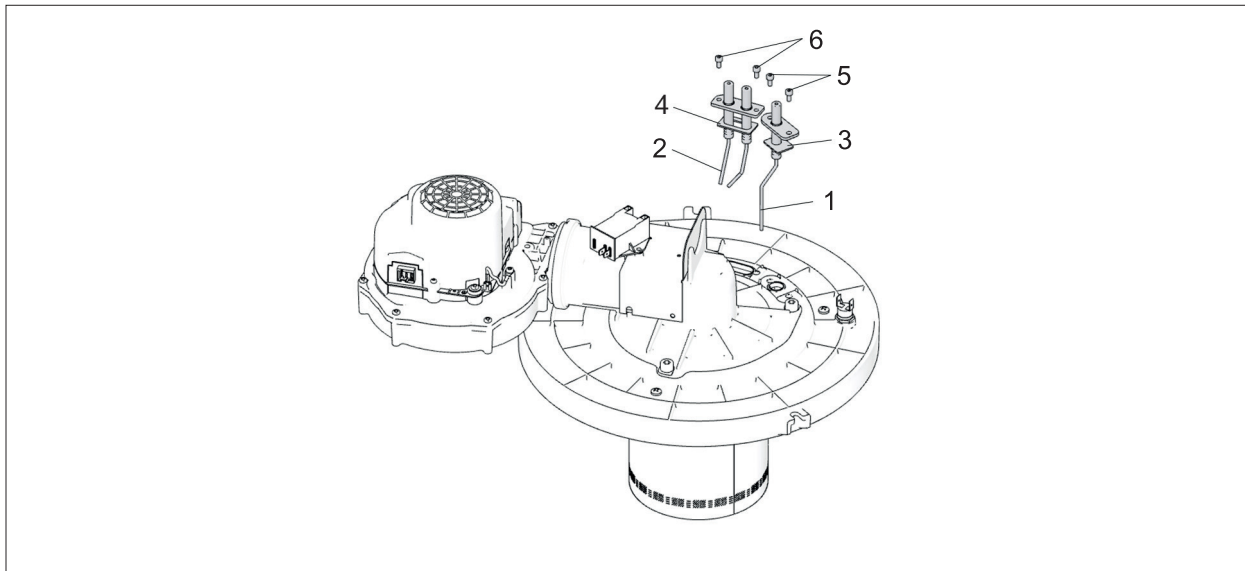

Рис. 6.3 Замена электродов
- ▶ Затянуть крепёжные винты (5) Рис. 6.3 с крутящим моментом 3 Нм.
- ▶ Затянуть крепёжные винты (4) Рис. 6.3 с крутящим моментом 3 Нм.